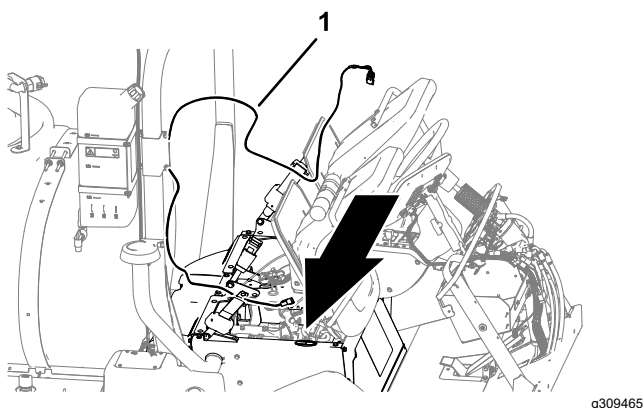

Figure 29
1. Acheminez le faisceau du bus ISO-CAN dans la machine comme montré à la Figure 29.